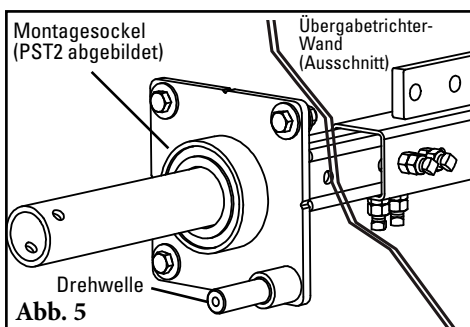

Abb. 5
- 5. Anbau der Montagesockel.** Die Montagesockel mit den beigefügten Schrauben an den Übergabetrichter (Abb. 5) montieren. Die Drehwelle an die gewünschte Position bringen (siehe Schritt 9S).